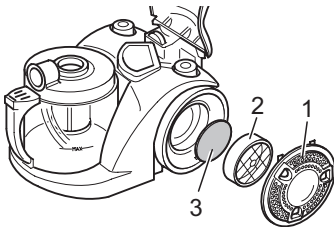

Abb. 28
2. Drehen Sie die Ausblasfilter-Abdeckung (Abb. 28/1) zum Öffnen im Uhrzeigersinn und entnehmen Sie die Abdeckung.
3. Entnehmen Sie die Ausblasfilter-Halterung (Abb. 28/2) mit Ausblasfilterelement (Abb. 28/3) durch Drehen im Uhrzeigersinn.
4. Ersetzen Sie das Ausblasfilterelement (Abb. 28/3) durch ein neues (Bestellnummer ▷ Kapitel 5.2, „Ersatzteile“).